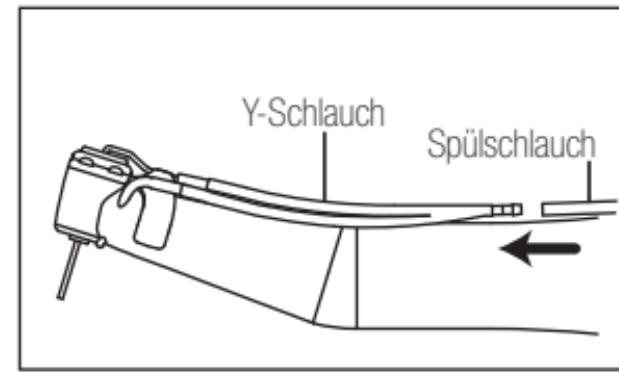

Abb.4
- 1) Schließen Sie die Enden des Y-Konnektors an die Außensprühdüse und Innensprühdüsen an, wie für Vorgehensweise (1) und (2) gezeigt.
- 2) Schließen Sie den Spülschlauch fest an den Y-Konktor an. (Abb.4)